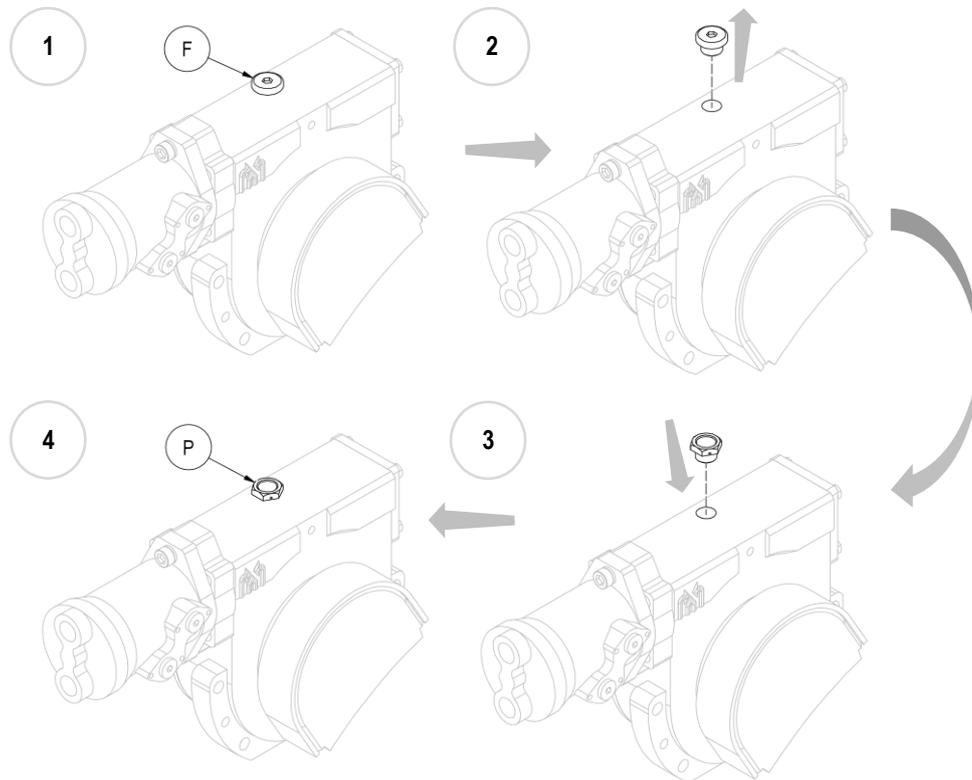

Figure 12
11. **N.B.** Une fois que l'équipement a été monté, remplacer le bouchon de remplissage d'huile en fer (F) par celui en plastique fourni (P), doté d'un évent (voir *Figure 12*).